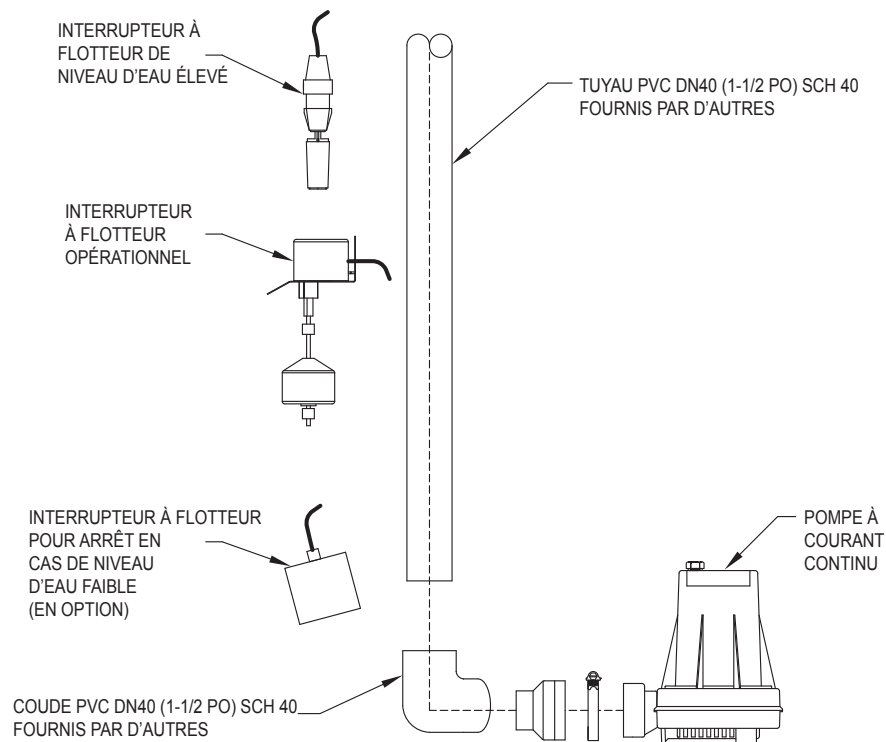

FIGURE 5
8. Assembler le flotteur selon la figure 5. Installer les interrupteurs de flotteur comme illustré à la figure 1.